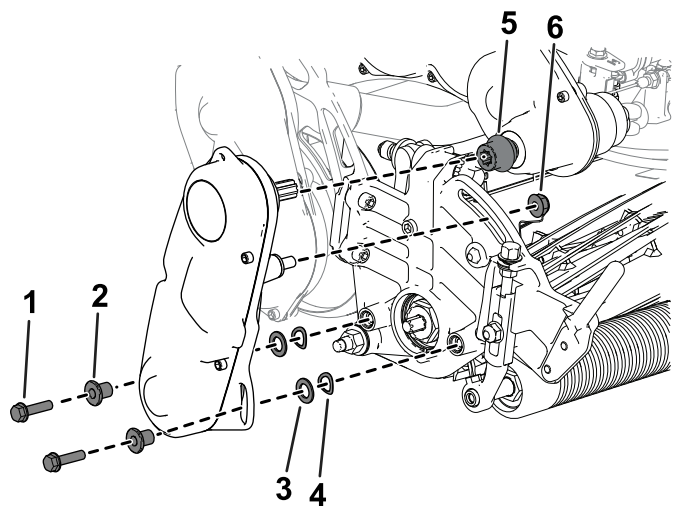

Figura 49
3. Rimuovete il gruppo di trasmissione del cilindro dall'apparato di taglio (**Figura 49**) e conservate la bulloneria.